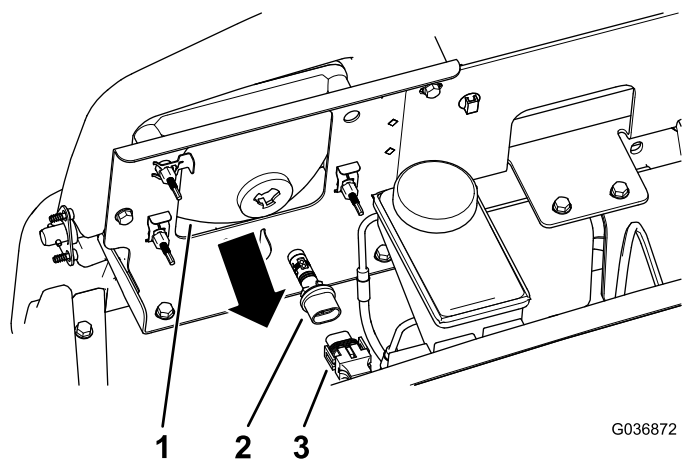

Рисунок 54
3. Отсоедините электрический соединитель жгута проводов от соединителя лампы в сборе в задней части корпуса передней фары (Рисунок 54).
4. Поверните лампу в сборе на $\frac{1}{4}$ оборота против часовой стрелки и одновременно переместите ее назад, чтобы извлечь из корпуса фары (Рисунок 54).
5. Вставьте новую лампу в сборе и корпус фары, совместите выступы в лампе с пазами в корпусе фары (Рисунок 54).
6. Закрепите лампу в сборе, повернув ее на $\frac{1}{4}$ оборота по часовой стрелке (Рисунок 54).
7. Подсоедините электрический соединитель жгута к соединителю нового узла лампы (Рисунок 54).